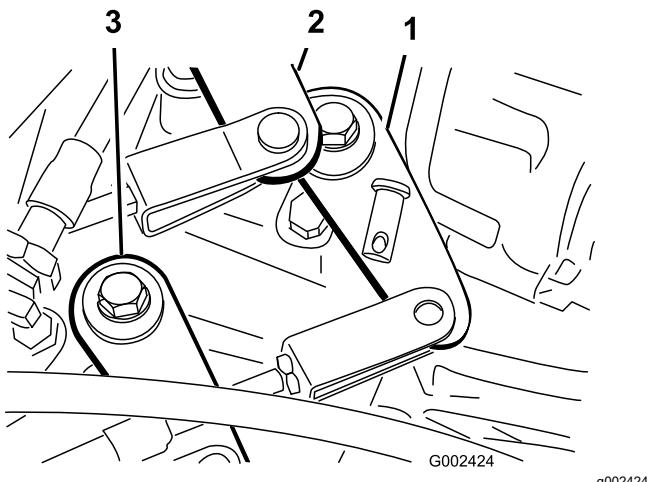

図 53
2. シフトケーブルをトランスアクスルのシフトアームに固定しているクレビスピンドルを取り図 53。
1. ハイローケーブルをトランスアクスルに固定しているクレビスピンを取り図53。